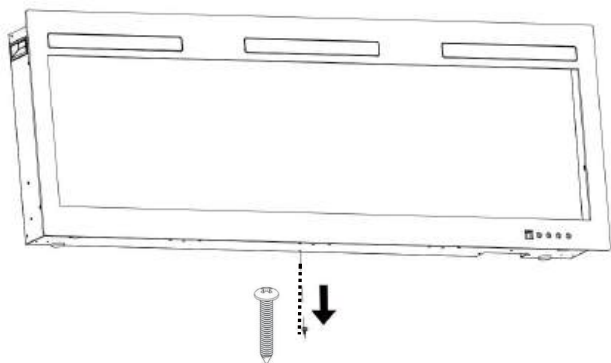

Fig 4-1
A.Entfernen Sie die silberne Schraube an der Unterseite des Geräts. (**Abb. 4-1**). Legen Sie die Schraube beiseite.
D. Mithilfe der Übergänge sind zu verbinden: grüne Erdungsleitungen (G), weiße Standardleitungen (N) und danach die schwarzen thermoelektrischen Leitungen (L) (vgl. FIG. C).
E. Die Abdeckung mithilfe der drei Schrauben fixieren, siehe FIG. 4-1.